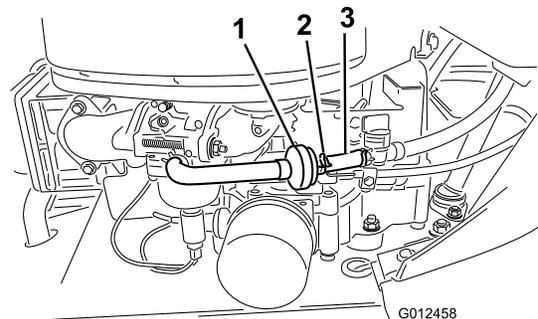

Bild 30
7. Lockern Sie die Schlauchklemme am Kraftstofffilter und schieben Sie sie an der Kraftstoffleitung weg vom Kraftstofffilter (Bild 30).
8. Ziehen Sie die Kraftstoffleitung vom Kraftstofffilter (Bild 30).
- Schieben Sie die Schlauchklemme ganz an den Kraftstofffilter heran, um die Kraftstoffleitung zu befestigen (Bild 30).
Tauschen Sie den Kraftstofffilter am besten aus, wenn der Tank leer ist (Bild 30). Bauen Sie nie einen verschmutzten Filter wieder ein, wenn Sie diesen aus der Kraftstoffleitung entfernt haben.